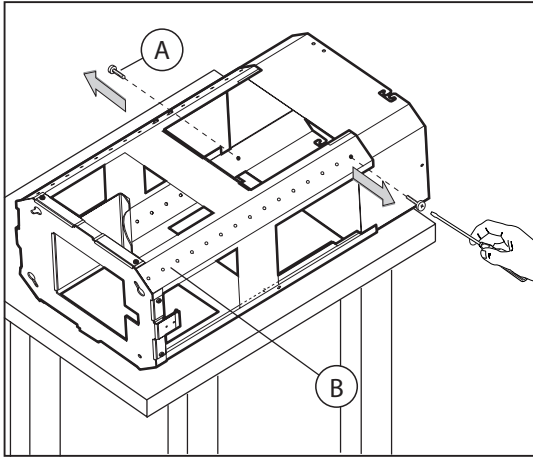

Fig.2
-Lyft ut apparaten ur förpackningen och lossa de 2 skruvarna **A** för att skilja den övre delen från den nedre (Fig.2).